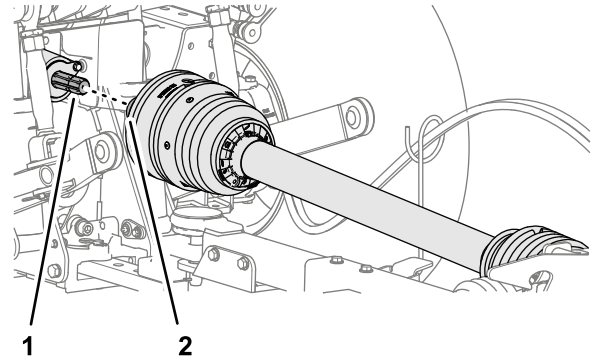

Figura 24
1. Alinee el enganche de conexión rápida del árbol de transmisión de la TDF con el eje de salida de la TDF (Figura 24).